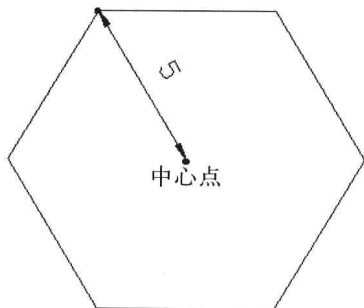

图 3-4-1
(1) 单击“常用”选项卡，在“绘图”面板中单击“正多边形”按钮，或者选择菜单命令“绘图 / 正多边形”。
(2) 启动正多边形命令之后，命令行提示“输入边的数目<4>”，输入“6”，按 Enter 键。
(3) 命令行提示“指定正多边形的中心点或[边 (E)]”，单击一点确定正多边形的中心点位置。
(4) 命令行提示“输入选项[内接于圆 (I) / 外切于圆 (C)] ”，按 Enter 键，选择默认的内接于圆方法创建六边形。
(5) 命令行提示“指定圆的半径”，输入“5”，按 Enter 键。创建的正多边形如图 3-4-1 所示。